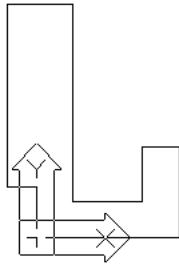

Fig. 4.12
3. După stabilirea poziției de reprezentare, a numărului de proiecții necesare și natura acestora, se începe cu trasarea proiecției principale. Pentru aceasta, ne vom poziționa cu originea într-un punct caracteristic proiecției cu ajutorul grilei de puncte (fig. 4.12).